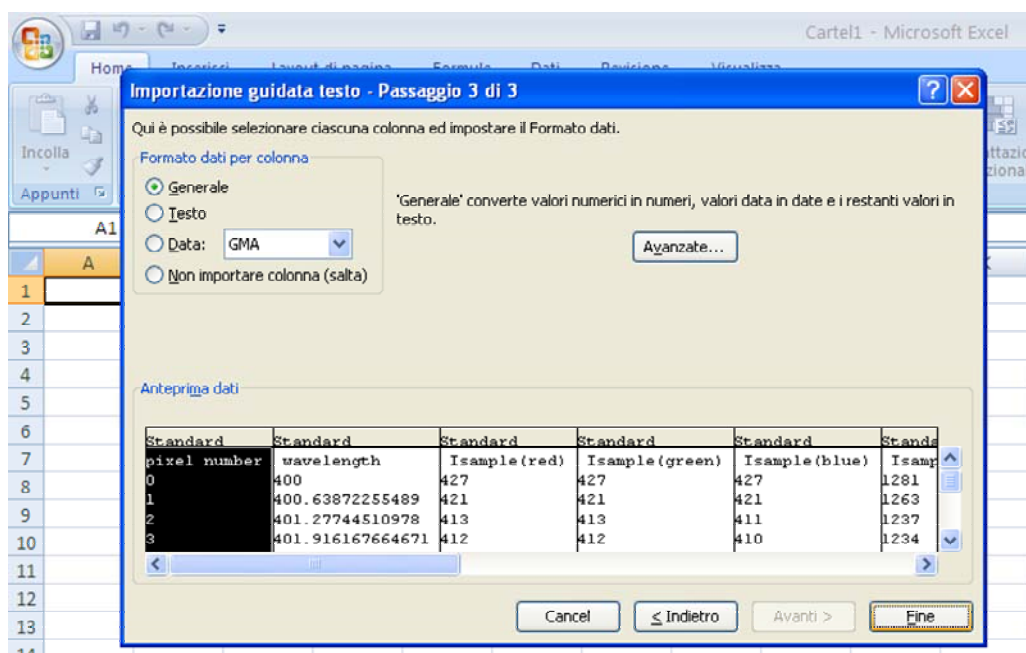

Figura 10: ultimo passaggio dell'apertura del file.
- 10) Selezionare *Fine* (Figura 10)